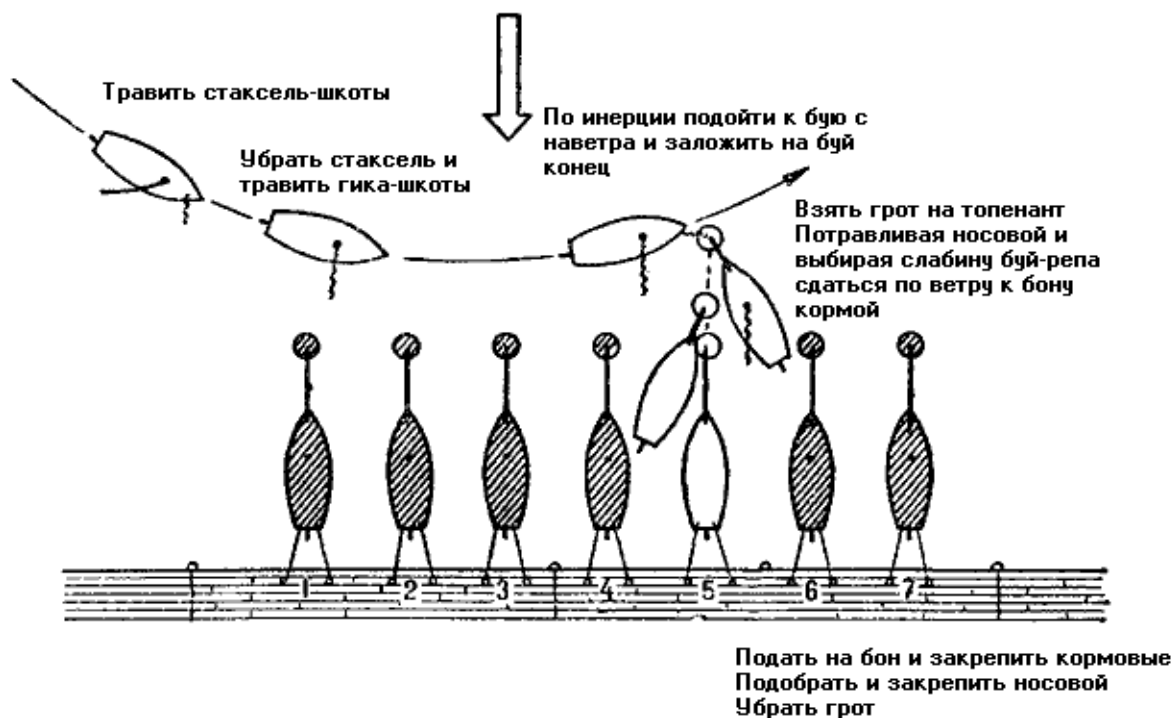

Рис. 126. Как встать на свое место с постановкой на буй (или с отдачей якоря) при навальном ветре
**Полными курсами** (бакштаг и фордевинд) подходят к причалу только в исключительных случаях, заранее убирая грот и только под передними парусами. В последний момент убирают их с таким расчетом, чтобы до минимума уменьшить ход. При свежем ветре к причалу подходят под рангоутом или с плавучим якорем, отданным с кормы. Если надо при навальном ветре подойти к причалу кормой с постановкой на бочку (буй), следует действовать как показано на **рис. 126**. Если буй или бочки нет, в нужном месте отдается якорь.